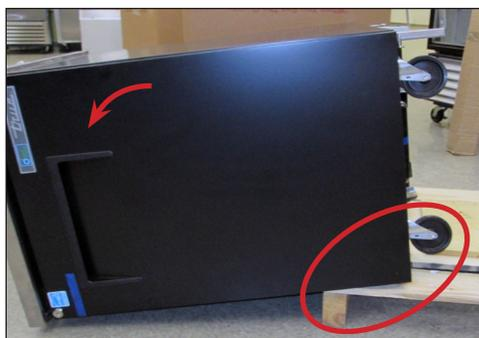

Рис. 4a. Уложите устройство на бок стороной с шарнирами вверх. Колесики не должны опираться на поддон, в противном случае возможно перемещение устройства.
4. Убедитесь в том, что шарниры устройства будут находиться сверху. После этого наклоните устройство на поддоне и уложите его на картон. См. рис. 4a и 4b.